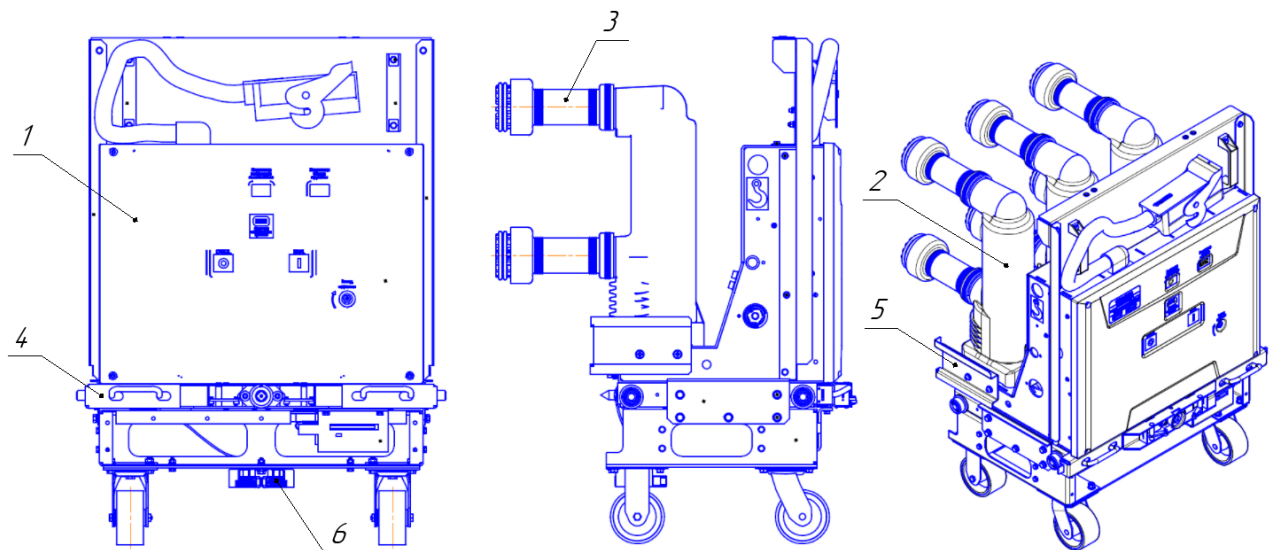

Рисунок 5 Выкатной элемент с вакуумным выключателем
- выкатной элемент с выключателем (Рисунок 5);